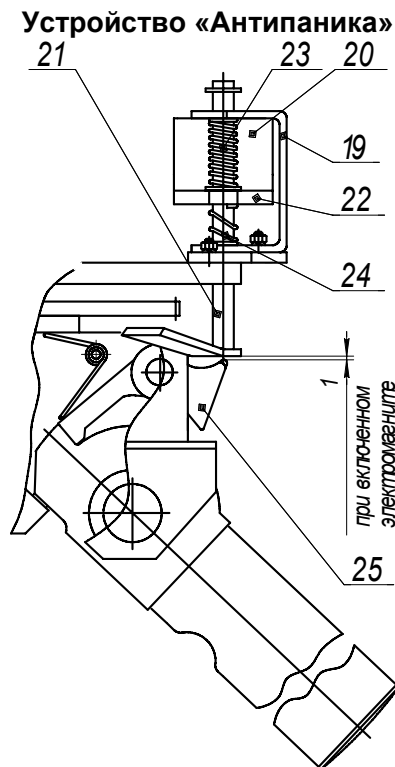

Рис.5
Устройство «Антипаника» (см. рис.5) состоит из каркаса (19) с закрепленным на нем электромагнитом (20), толкателя (21), якоря (22) и пружин (23 и 24). Толкатель представляет собой П-образную рамку, состоящую из двух направляющих и упора. Направляющие толкателя проходят через отверстия каркаса и якоря, обеспечивая тем самым возможность поступательного перемещения толкателя и якоря относительно электромагнита и друг относительно друга. Необходимые динамические характеристики относительного движения обеспечиваются возвратными и компенсирующими пружинами. Диапазоны перемещений толкателя относительно каркаса и якоря относительно толкателя ограничиваются упорными шайбами.